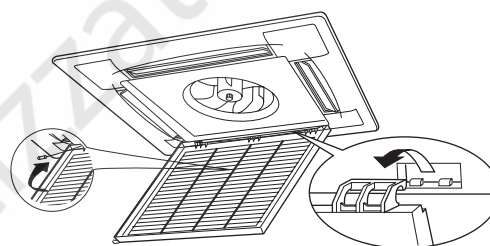

fig. 9-2
- 2 Estrarre la griglia di ingresso dell'aria (insieme al filtro dell'aria come mostrato nella *fig. 9-2*).**